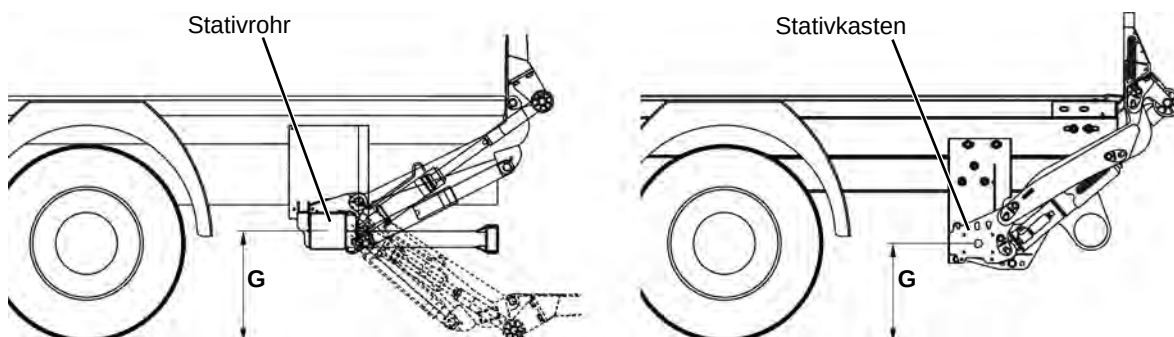

Abbildung 47: Abstand des Hubwerks zum Untergrund (Maß „G“)
- Gehen Sie wie in Kapitel 10.5, Seite 69, beschrieben vor, wenn der Abstand des Hubwerks zum Untergrund gering ist (Maß „G“ von Mitte Stativrohr/Stativkasten zum Untergrund ist kleiner als 450 mm, siehe Abbildung 47).
Besondere Vorgehensweise bei geringem Abstand des Hubwerks zum Untergrund (Maß „G“ von Mitte Stativrohr/Stativkasten zum Untergrund ist kleiner als 450 mm, siehe Abbildung 47, Seite 68):